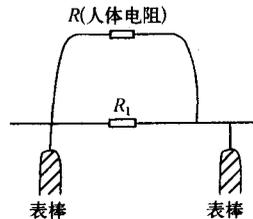

图 1-95 人体对电阻器测量的影响
① 在路检测时,一定要切断机器的电源,否则不但测量不准,而且容易损坏万用表。
② 修理过程中,先是直观检查所怀疑的电阻器,看有无烧焦痕迹(外壳上可看出),有无引脚断、引脚铜箔线断路(引脚焊点附近),有无虚焊。然后用在路检测方法,在有怀疑时再用脱开检测方法。因为直观检查最方便,在路测量其次,脱开检测最不方便,这是修理中必须遵循的先简单后复杂的检测原则。
③ 选择适当的量程很重要,例如对 $10\ \Omega$ 的电阻器,若用 $R \times 1\ \text{k}$ 挡测量则不妥,读数精度差,应用 $R \times 1$ 挡;对 $5.1\ \text{k}\Omega$ 电阻器,则应用 $R \times 1\ \text{k}$ 挡。
④ 在脱开检测时,手指不要同时碰到表的两支表棒,或不要碰到电阻器两根引脚,否则人体电阻会影响测量结果,如图 1-95 所示。人体电阻 R 与被测量电阻 R_1 并联,测量的读数为 $R//R_1$ (R 和 R_1 的并联值)。
⑤ 切断铜箔线路的方法在修理中常用。为了准确测量阻值,得将被测量电阻器脱开电路。采用焊下一根引脚的方法也是可以的,但不方便:一是操作麻烦,脱开的一根引脚在电路板元器件一面,而另一根引脚仍焊在电路板上,万用表的表棒操作不方便,同时还存在测量完毕要装上引脚的麻烦;二是焊下电阻器引脚过程中若操作不当会引起铜箔起皮,破坏电路板。采用断开铜箔的方法对电路板创伤小,操作方便,但要注意的是测量后不要忘记焊好断口。另外,在切断铜箔线路之前先把断口铜箔线路上的绝缘层刮去,以便焊断口时比较方便。这里顺便说明一点,对于其他元器件也是优先采用这种切断铜箔线路的方法进行脱开检测。